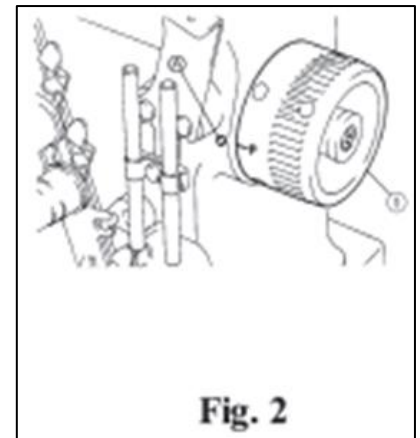

Fig. 2
A. Cuando la barra de la aguja está en la posición alta, la marca P en el volante (artículo 1) debe alinearse con la marca A (ver Fig. 2).